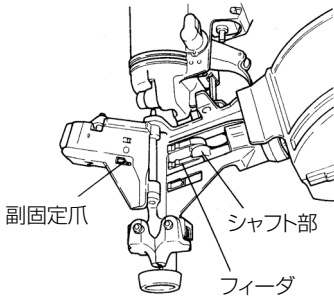

図 23
- 図 23 のように釘ガイドを開いて、付着しているごみやほこりを掃除し、特にフィーダの摺動する溝とシャフト部には、付属の油を注油してください。